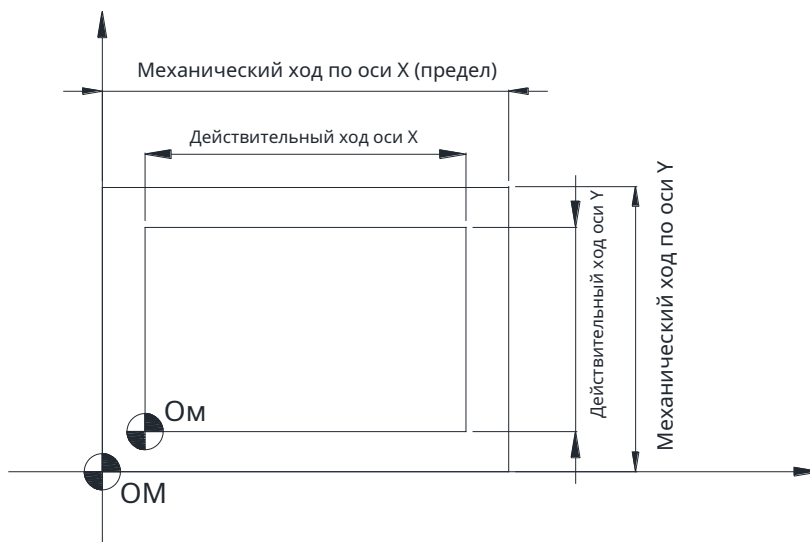

Рис. 1-3 Исходная точка машины OM и опорная точка машины Om
Соотношение между началом координат машины (OM), опорной точкой машины (Om), механическим ходом и действительным ходом MCS показано на рис. 1-3.